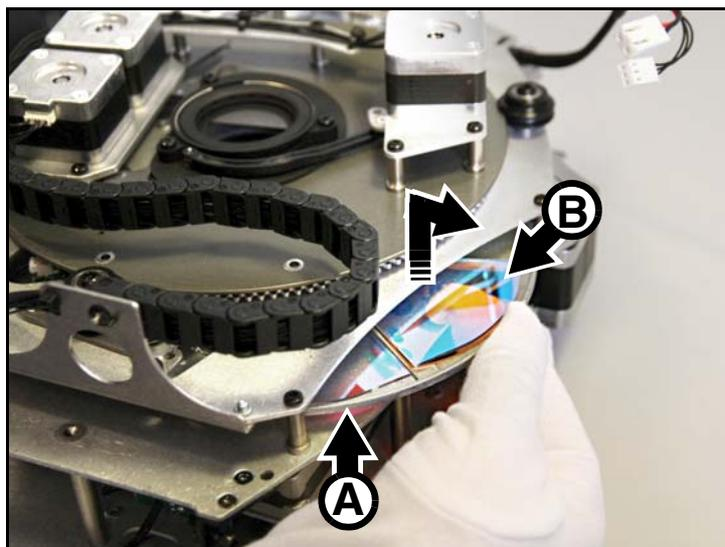

Bild 13: Entfernen eines Farbfilters
4. Siehe Bild 13. Drehen Sie das Farbrad **A**, bis Sie den gewünschten Filter **B** erreichen. Tragen Sie saubere Baumwollhandschuhe. Halten Sie den Filter am äußeren Rand mit Zeigefinger und Daumen fest. Drücken Sie den Filter etwas nach oben, um ihn aus der Fassung zu lösen und ziehen Sie ihn vorsichtig aus dem Halter **C**. Legen Sie den Filter auf einer sauberen, weichen Oberfläche oder in einer Filterschachtel ab.